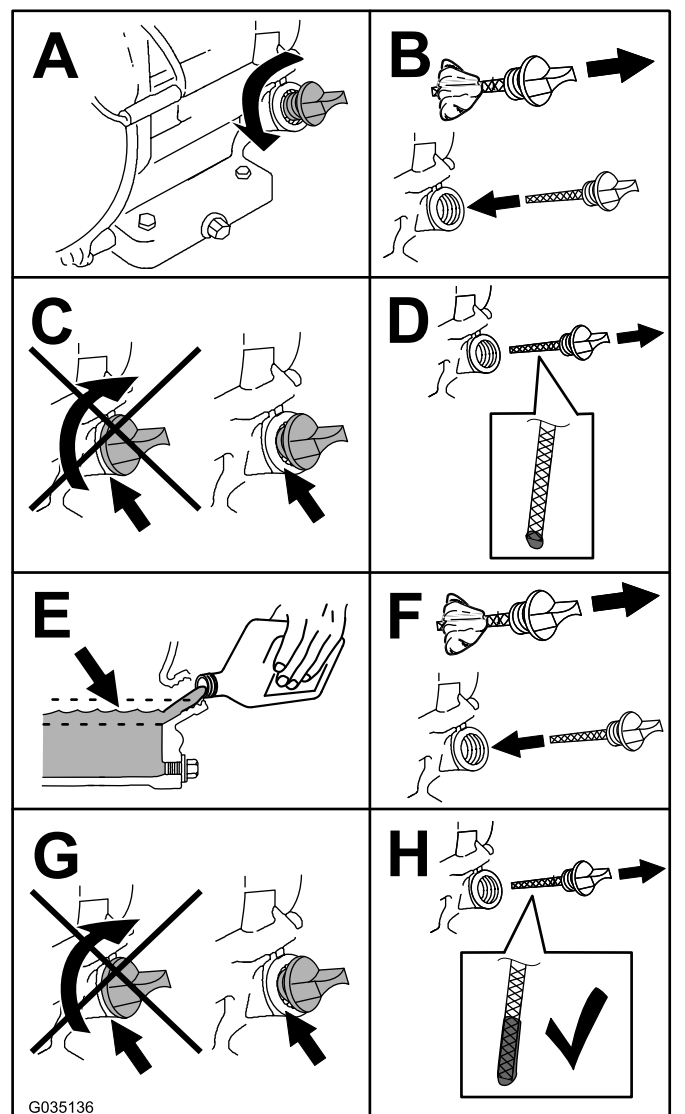

Figura 52
4. Compruebe el nivel de aceite como se muestra en Figura 52.
- Retire la varilla (**Figura 52**) y vierta aceite lentamente en el orificio de llenado hasta que el nivel de aceite llegue a la marca de límite superior (borde inferior del orificio de llenado de aceite) de la varilla.